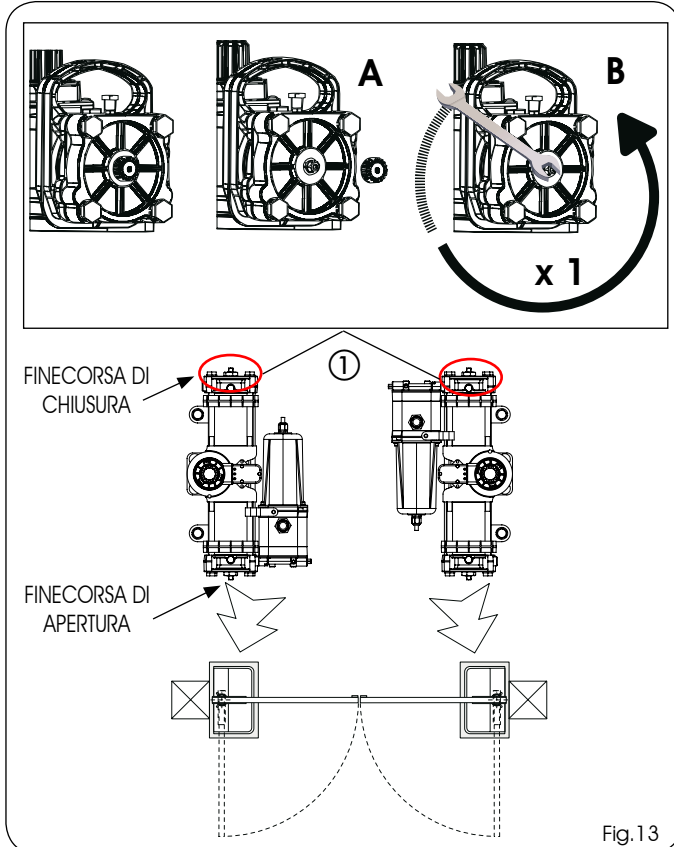

Fig.13
- 3) Svitare sull'operatore il tappo (Fig.13 rif.A) della vite del finecorsa di chiusura (Fig.13 rif.①), e verificare che la vite sia totalmente avvitata.
- 4) Svitare la vite finecorsa di chiusura (Fig.13 rif.①) di un giro (IMPORTANTE PER IL CORRETTO ACCOPPIAMENTO PIGNONE-SBLOCCO MECCANICO IN FASE DI MONTAGGIO).